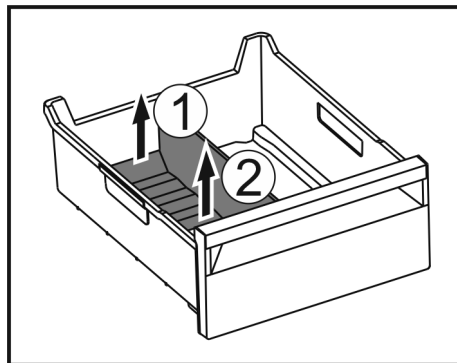

Fig. 186
- Підняти задню частину перегородки відділення для льоду. Fig. 186 (1)
- Вилучити перегородку рухом вгору. Fig. 186 (2)